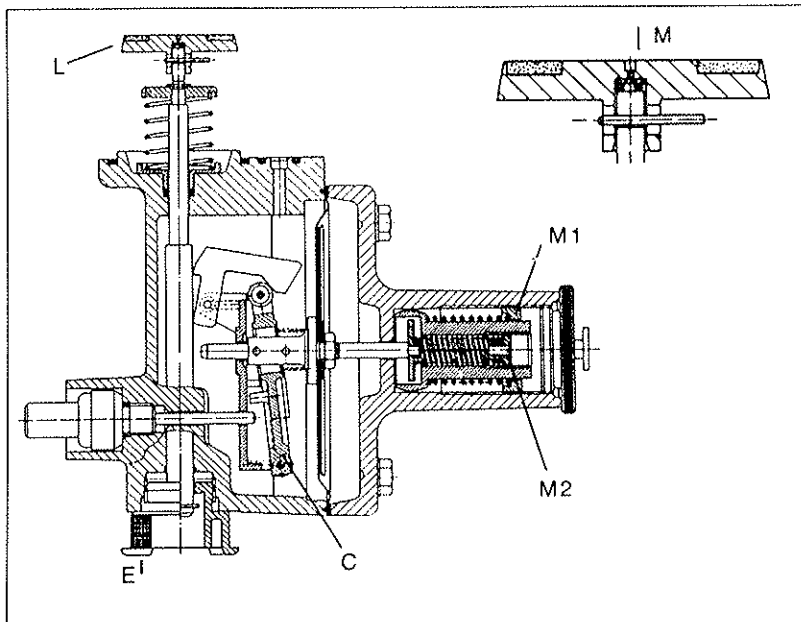

Fig. 9 Puesta en servicio de una VIS disparada.
Desenroscar la tuerca (E) de desbloqueo. Tirar de la tuerca de desbloqueo hasta que se perciba el sonido del paso de gas. En este momento ha quedado libre el orificio (M) de carga. Seguidamente tirar de la tuerca E hasta tope (ver fig. 9).